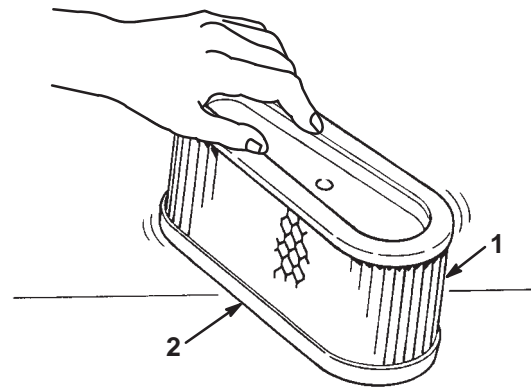

Bild 37
- A. Klopfen Sie den Einsatz leicht auf eine flache Unterlage, um Staub und Schmutz zu beseitigen (Bild 37).